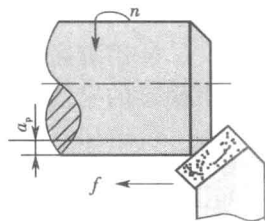

图 1-19 用  $45^\circ$  车刀倒角
- (1) 外圆表面是否有锥度, 并认真分析其中的原因。
(2) 工件直径尺寸超差。认真分析在刻度盘的操作当中是否看错或在中滑板进给中是否疏忽了刻度盘消除丝杠与螺母之间的间隙。
(3) 能否正确使用  $45^\circ$  车刀倒角 (见图 1-19)。
(4) 长度尺寸能否保证在规定范围内。